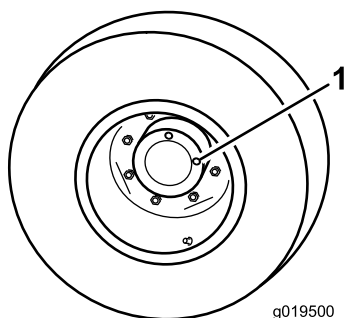

图54
1. 机器在水平地面上时将车轮放置为 1 个检查塞在 12 点钟位置另一个在 3 点钟位置图54。
2. 取出 3 点钟位置的检查塞 (图54)。油位应位于检查塞孔的底部。